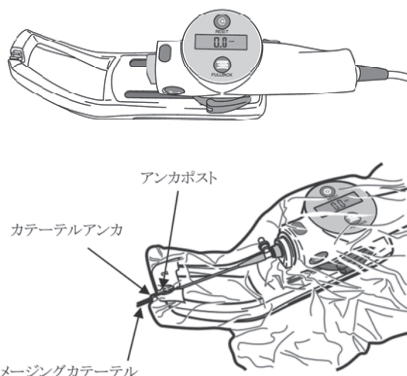

図 2: 超音波画像診断装置に係る附属品の取付け図
(1) 使用準備
- ① モータドライブ・ユニットのケーブルを所定のコネクタに接続する。
- ② モータドライブ・ユニットをリニューザブルスレッドに取り付ける(図 2 参照)。
- ③ 滅菌バッグ(本認証に含まれない)の包装を開け、無菌的に取り出し、モータドライブ・ユニット及びリニューザブルスレッドをこの中に入れる。
- ④ イメージングカテーテルのハブをモータドライブ・ユニットに確実に接続し、モータドライブ・ユニットのイメージングスタートボタンを押す。
- ⑤ カテーテルの認識コードが画面に表示されることを確認する。